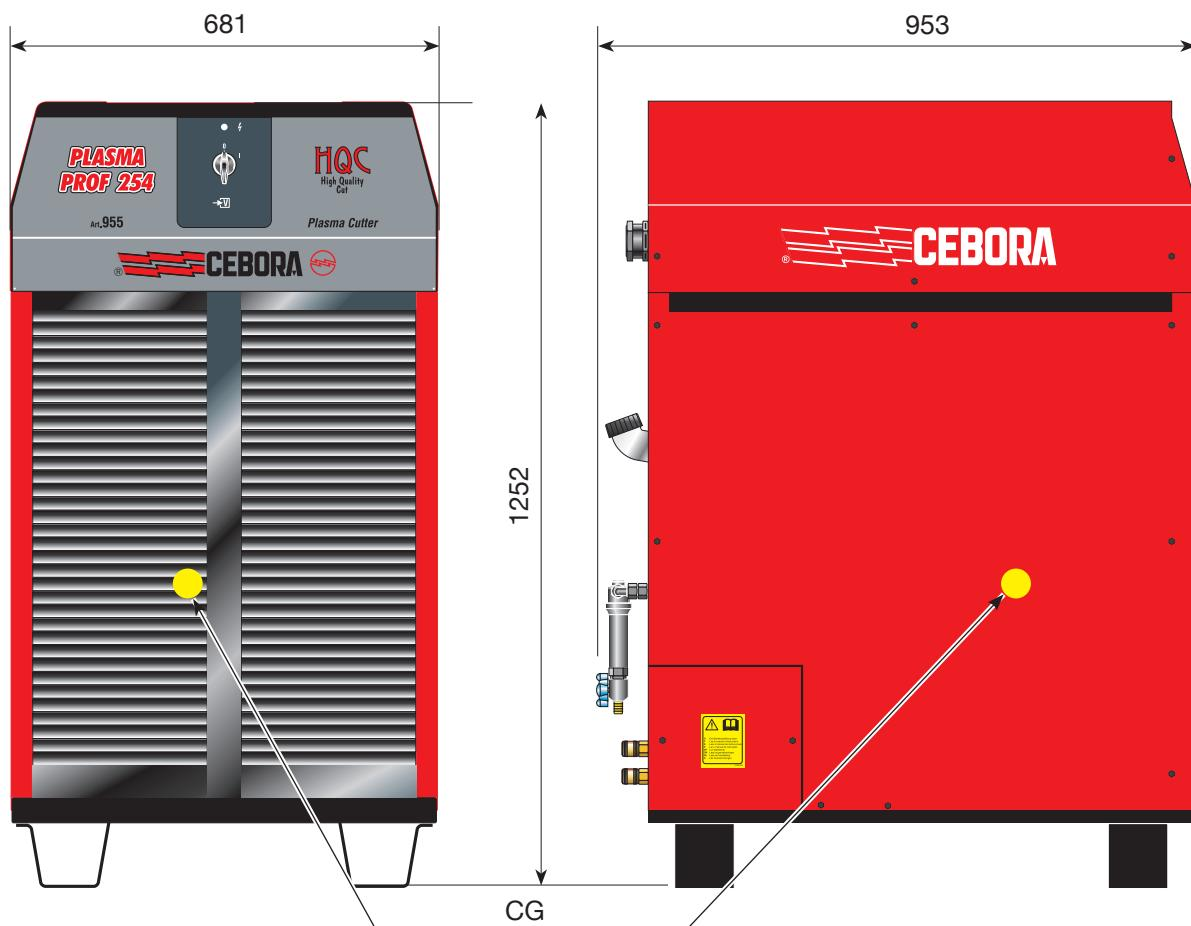

Fig. 2
- levantar o gerador com um empilhador e introduzir o garfo de acordo com a posição do seu baricentro (Fig. 2). O equipamento de arrefecimento capta o ar pela parte traseira do gerador e descarrega-o pelas grelhas da parte frontal. Colocar o gerador de modo a deixar uma ampla zona de ventilação e manter uma distância de pelo menos 1 m de eventuais paredes.